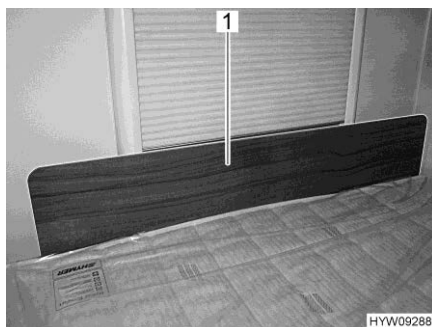

Fig. 103 Pannello di protezione/protezione anticaduta
- Inserire il pannello di protezione (Fig. 103,1) davanti alla finestra, tra il materasso e il telaio della finestra. L'effetto di serraggio del materasso mantiene il pannello di protezione in posizione, davanti al telaio della finestra.